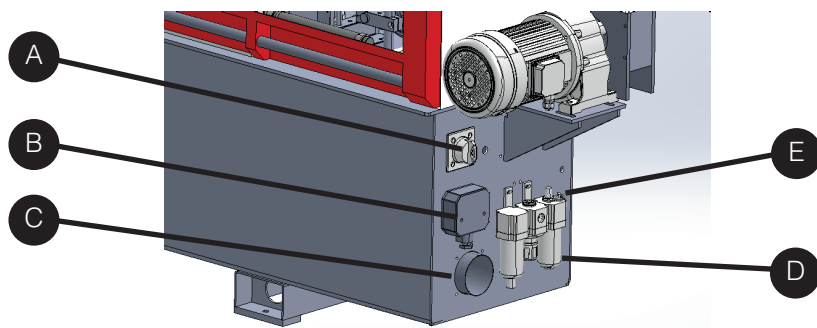

Figura 2.3
- Abra a tampa da caixa de terminais (b) (consulte a figura 2.3).
- Uma porta de 100 mm de diâmetro no lado esquerdo da máquina (c, veja figura 2.3).
2. Ative a alimentação principal: Gire a alavanca do disjuntor (a, veja figura 2.3) no sentido horário em 90° da posição "O" (DESLIGADO) para a posição "I" (LIGADO).